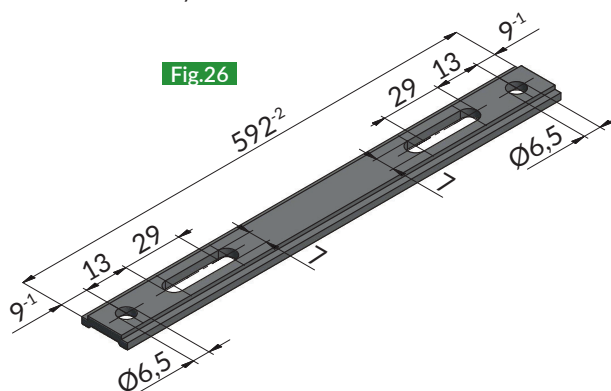

Fig.26
2. Realizzare le due aste **Fig.26** e posizionarle sul profilo.
2. Get the rods ready **Fig.26** and position them on the profile.
2. Réaliser les 2 tringles **Fig.26** et les positionner sur le profilé.